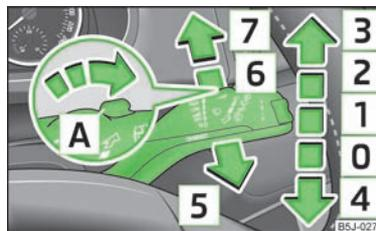

Fig. 29
- Per tergere solo **brevemente** il parabrezza spingere la leva nella posizione molleggiata **4**.» fig. 29
- Portare la leva verso l'alto in posizione **1**.» fig. 29
- Portare la leva verso l'alto in posizione **2** » fig. 29.
- Portare la leva verso l'alto in posizione **3** » fig. 29.
- Tirare la leva verso il volante nella posizione molleggiata **5**; il lavacrystallo spruzza subito, i tergicristalli si muovono leggermente **dopo** » fig. 29.
- Premere la leva allontanandola dal volante in posizione **6**; il tergicristallo » fig. 29 detergerà ogni 6 secondi.
- Portare la leva in posizione molleggiata **7**, l'impianto tergilavacrystallo entrerà in funzione.» fig. 29
- Riportare la leva in posizione di base [0] » fig. 29.
Se sono stati inseriti gli anabbaglianti o gli abbaglianti e la leva del tergicristallo è in posizione [5], i fari saranno brevemente spruzzati » fig. 29. Durante la pulizia dei fari, ogni cinque spruzzature si attiverà anche lo spruzzo sul parabrezza.